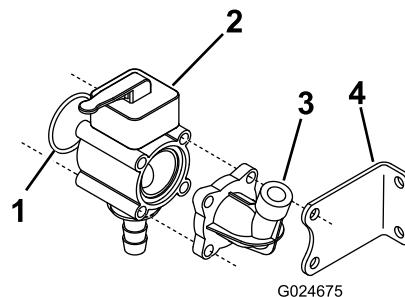

図4
3. ねじ山付きロッド(4本)と捨てないでおいたヒラワッシャおよびナットを使って、Oリング、手動バルブ・アセンブリ、先ほど外した水圧計ポート、およびスタビライジング・ブラケットを取り付ける図4。